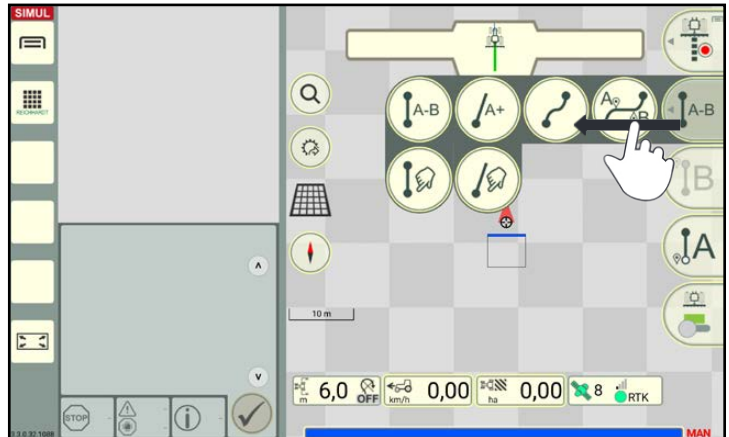

Abb. 74: Spurarten aufrufen
-  Streichen Sie hierzu den zweiten Button des Feldbearbeitungs-Menüs nach links (siehe Abb. 74).